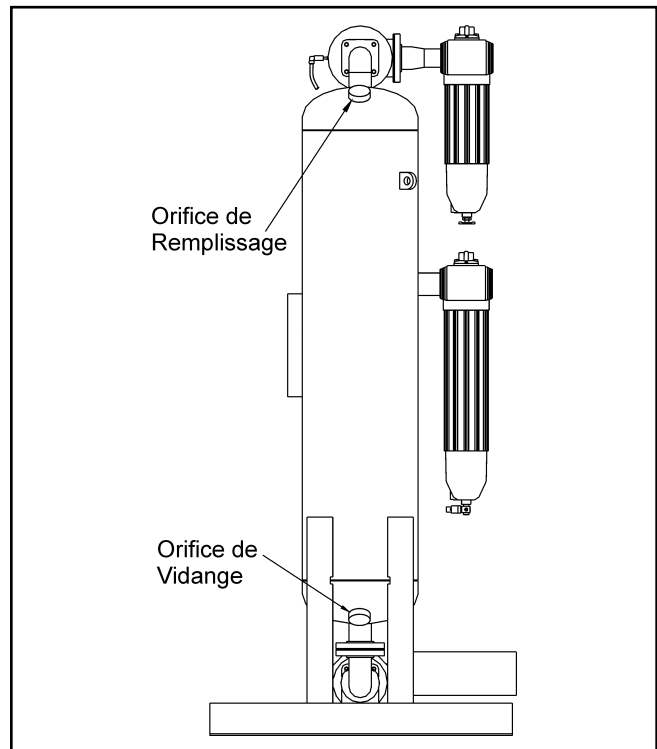

Figure 6
6. Retirez le bouchon de vidange (voir la figure 6).